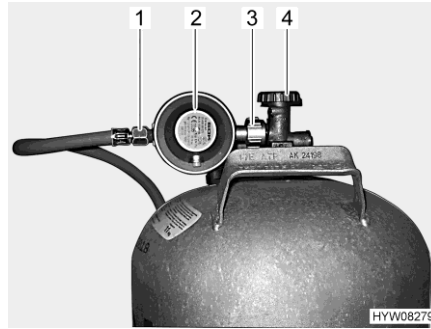

Fig. 138 Conexión de la bombona de gas
- Cerrar la llave de paso principal (Fig. 138,4) de la bombona de gas. Observar el sentido de la flecha.
- Retener el regulador de presión de gas (Fig. 138,2) y abrir la tuerca moleteada (Fig. 138,3) (por lo general, rosca a la izquierda).
- Retirar el regulador de presión de gas con la goma del gas (Fig. 138,1) de la bombona de gas.
- Colocar el regulador de presión de gas (Fig. 138,2) con goma del gas (Fig. 138,1) en la bombona de gas y apretar la tuerca moleteada (Fig. 138,3) (por lo general, rosca a la izquierda). **No** apretar demasiado firmemente.